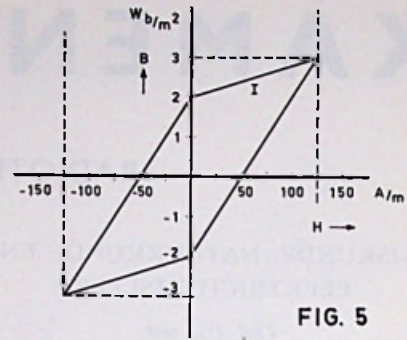

FIG. 5
De hysteresislus, die bij de gegeven wisselstroom door het kernmateriaal doorlopen wordt, kan benaderd worden door het in fig. 5 afgebeelde parallellogram.
1. a. Uit fig. 5 lezen we voor het remanent magnetisme op de verticale as af 2 Wb/m^2 .